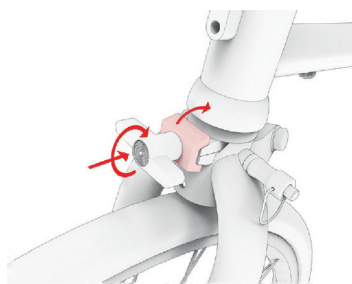

Fig. 1.10
- ⑨ Placez le boulon de sécurité (rouge) de la fourche avant repliable en position horizontale et fixez-le avec l'écrou papillon (Fig. 1.10).